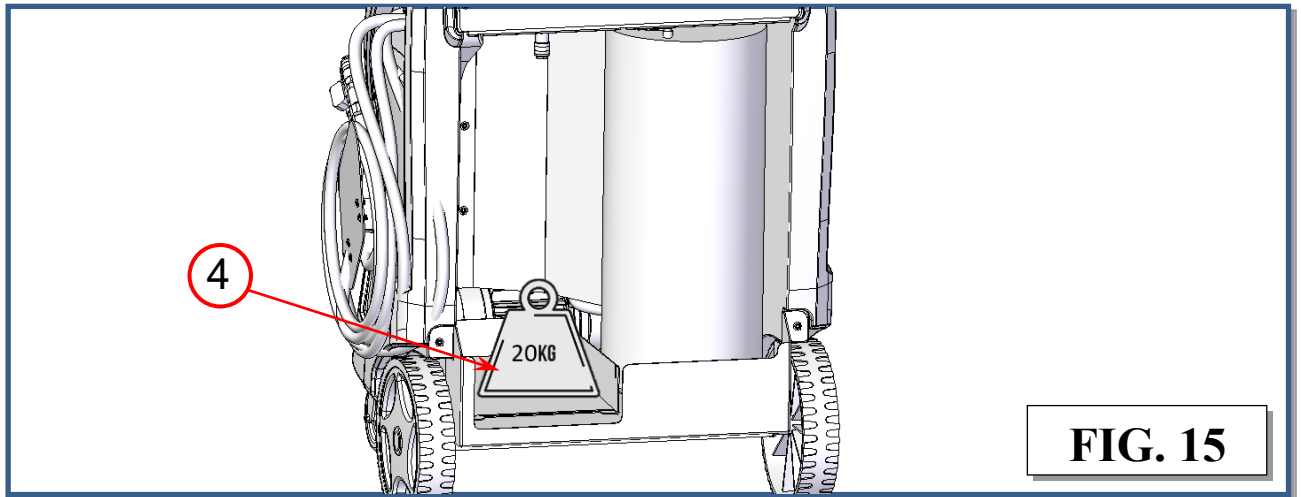

FIG. 15
- Placer un poids étalon de 20 kg (réf. 4, Fig. 15) au centre du plateau de la balance.